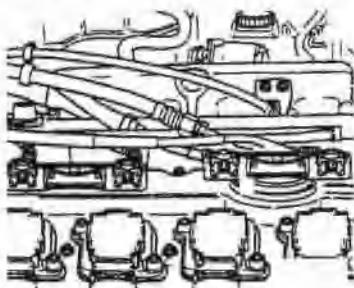
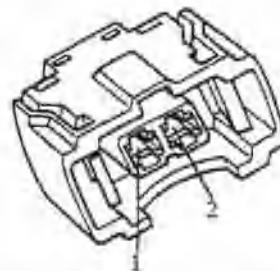

图 2.11 拔下喷油器的连接插头
图 2.12 将二极管检查灯与汽缸插头的触点 1 和接地点相连接
- ① 从点火线圈的功率终端极上拔下三针插头，拔下喷油器的连接插头，如图 2.11 所示。
- ② 将二极管检查灯 V.A.G1527 用测试辅助导线 V.A.G1594 连接到 1 缸插头的触点上。启动发动机，发光二极管必须闪烁，同时检查 1 缸喷油器的电压供应。按照上述方法，检查 2、3、4 缸的喷油器，然后关闭点火开关。
- ③ 如果发光二极管在所有汽缸喷油器检查中都不闪烁，应该继续进行检查，如图 2.12 所示，将二极管检查灯与汽缸插头的触点 1 和接地点相连接，启动发动机，发光二极管应该亮。如果发光二极管不亮，关闭点火开关。按照电路图检查二针插头触点 1 和燃油泵继电器之间的导线是否导通，电阻的最大值为  $1.5\Omega$ 。
- ④ 如果发光二极管在一个或多个汽缸喷油器的检查中闪烁，应该继续检查，将检测盒 V.A.G1598/22 连接到 ECU 线束中，检查二针插头的触点 2 分别与测试盒的插孔 73、80、58、65 之间的导线是否导通，电阻的最大值为  $1.5\Omega$ 。
- ⑤ 最后检查导线相互之间有否短路，允许值为  $\infty$ ；再检查各喷油器插头的触点 1 之间的导线是否导通，导线电阻的最大值为  $1.5\Omega$ 。